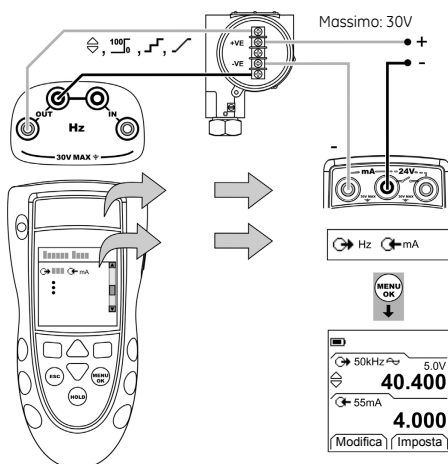

Figura 3: Esempio configurazione – calibrazione trasmettitore con alimentazione esterna del loop
1. Collegare lo strumento (Figura 3/4) e, se necessario, modificarne il Setup (Tabella 1).